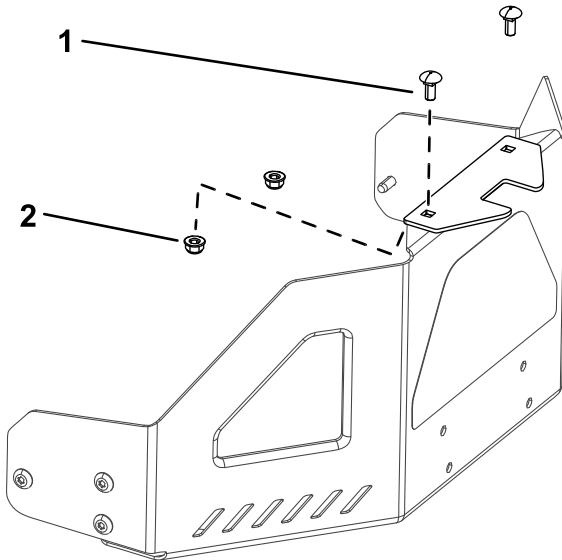

Figure 7
1. Fixez le support de stabilisation à la protection du moteur au moyen de 2 boulons de carrosserie (5/16" x 3/4") et 2 contre-écrous (5/16") (Figure 7).